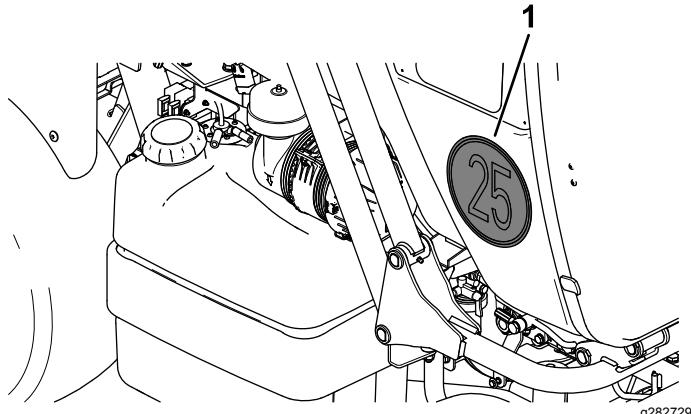

Figura 1
2. Aplique la pegatina de la señal de limitación de velocidad al lateral de la tolva (Figura 1).